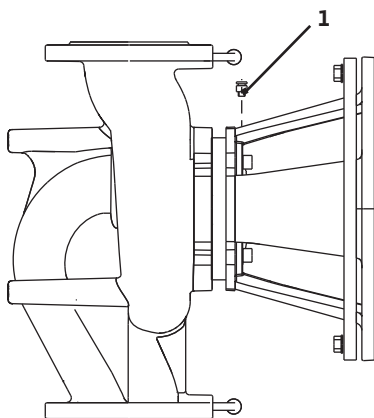

Fig. 17 : Vanne de purge
- La vanne de purge (fig. 17, pos. 1) doit toujours être orientée vers le haut.